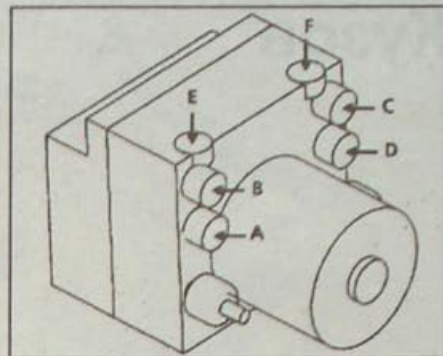

Рис. 12.34. Расположение трубопроводов на гидравлическом блоке ABS:
- Установите гидравлический блок ABS в сборе с блоком управления, обеспечив правильное расположение трубопроводов (рис. 12.34).